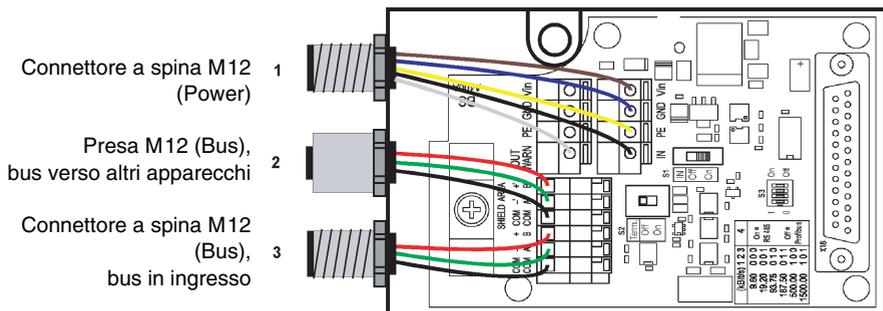

Figura 5.2: Montaggio e collegamento dei connettori M12 opzionali
5. Collegare i cavetti come illustrato in figura 5.2 ed in Tabella 5.1.